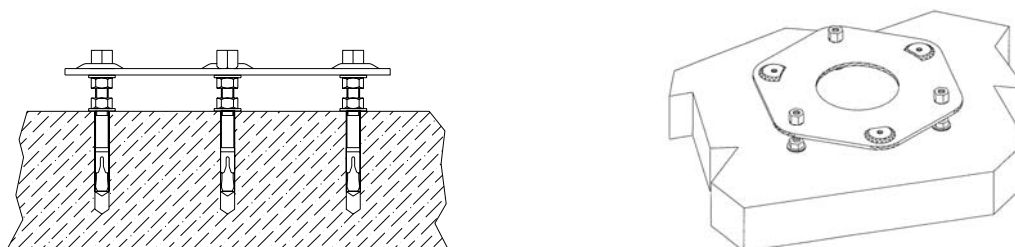

Abb.6
- Die Platte mit den drei hohen Sechskanmuttern befestigen (Abb.6);